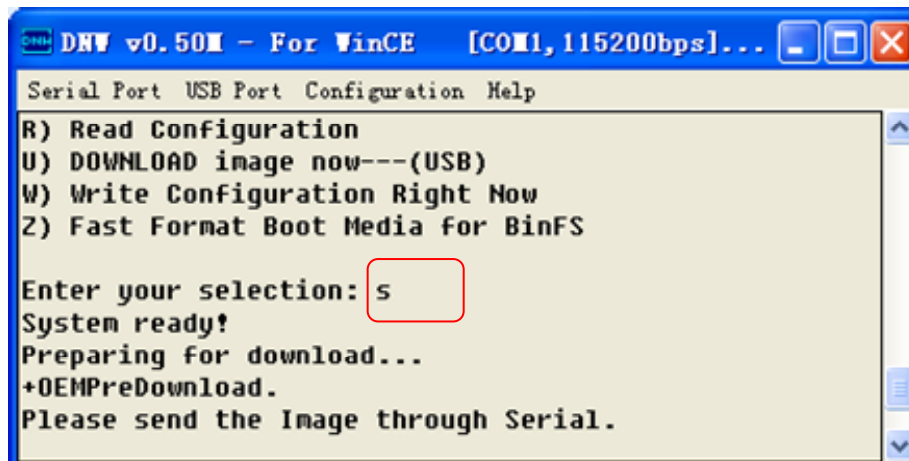

图4.6 选择串口下载映像方式
6. 选择 EBOOT 功能选项中的第[s]项设置，确认串口已经可用，如图 4.6 红色所标注的信息。